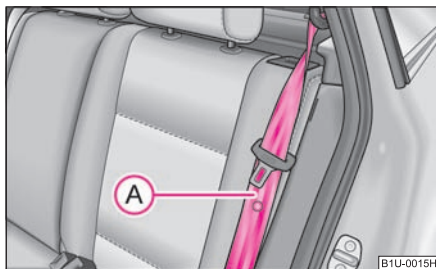

Fig. 61 Deblocarea spătarului scaunului
- Aduceți centura de siguranță laterală din spate ① ⇒ fig. 61 în spatele marginii capitonajului lateral.